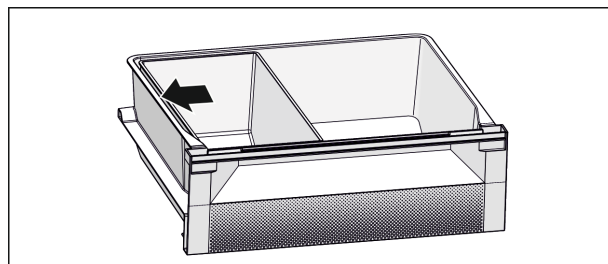

Fig. 7
- ▶ For optimal kølefunktion: Placer Fish & Seafood-bakken som vist på illustrationen (se Fig. 7).